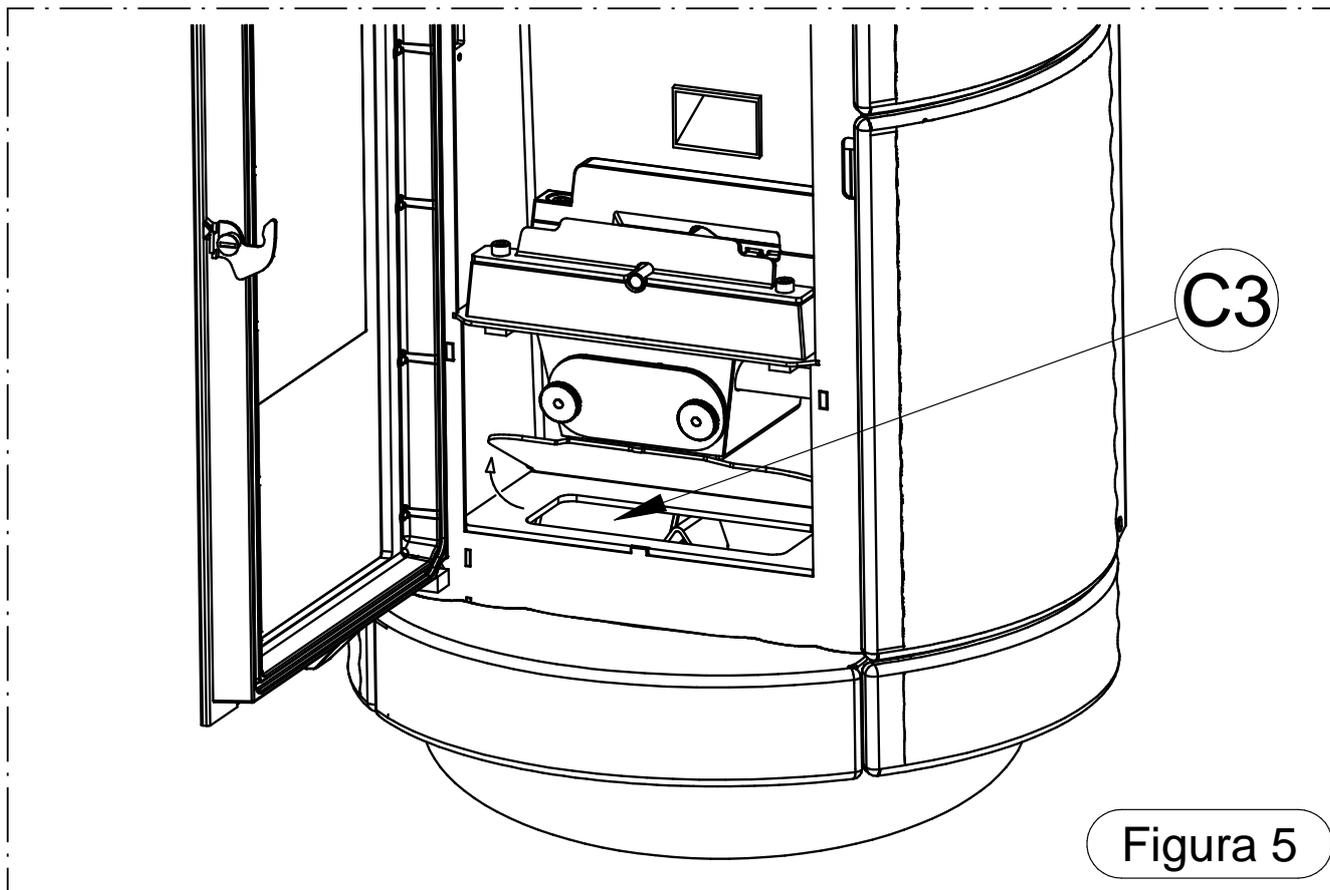

Figura 5
- Aspire cuidadosamente el compartimiento de inspección **C3**, levantando la tapa de inspección (figura 5); al cerrarla, verifique que nada impida su correcto cierre.